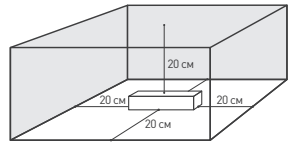

Рис. 3.
- 4.3. Для естественной вентиляции обеспечьте не менее 20 см свободного пространства вокруг источника питания, как изображено на рис. 3. При невозможности обеспечить свободное пространство используйте принудительную вентиляцию. В случае установки в ограниченном пространстве (например, в лайтбокс или профиль) предусмотрите обеспечение требуемого температурного режима источника питания согласно рис. 4.